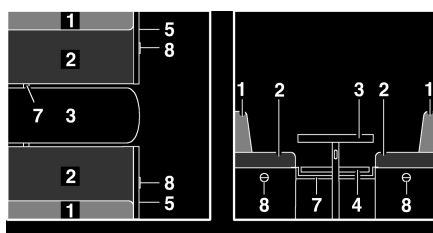

Fig. 105 Antes de la transformación
- Ampliar la mesa (Fig. 105,3) y transformarla en base de cama (véase apartado 7.7).
- Meter el listón (Fig. 105,7) o tirarlo hacia dentro. El listón tiene la posición correcta cuando soporta el tablero de mesa aprox. 15 - 20 cm detrás de la pata de mesa.
- Tirar del asidero (Fig. 105,8) y abrir la trampa (Fig. 105,5).